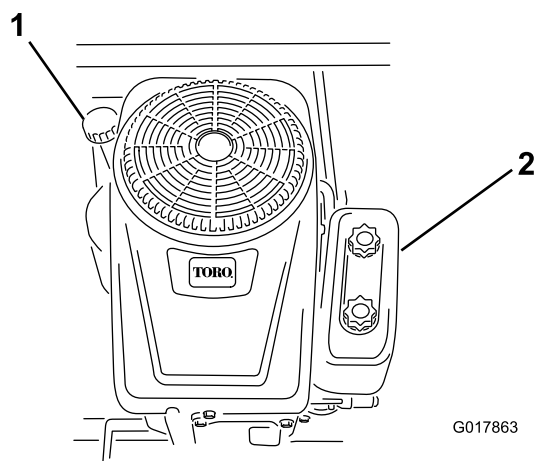

Figure 30
4. Nettoyez la surface autour de la jauge d'huile (Figure 30) pour éviter que des impuretés ne s'introduisent dans le goulot de remplissage, ce qui risquerait d'endommager le moteur.
6. Versez lentement environ 80 % de la quantité d'huile spécifiée dans l'orifice de remplissage (Figure 30).